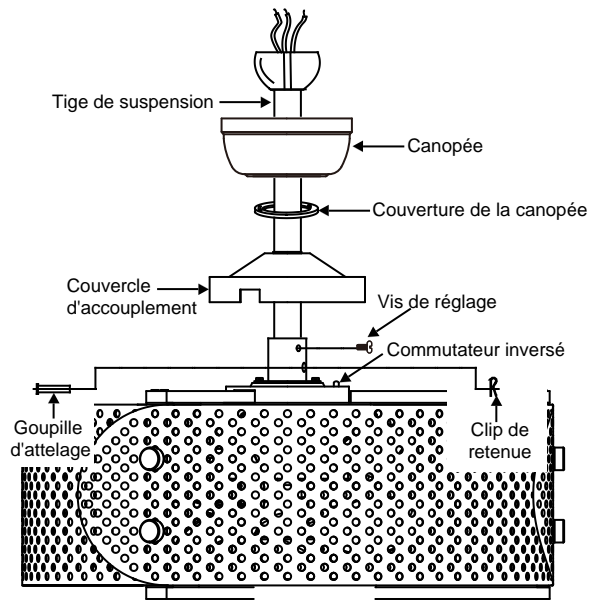

Fig. 9
Étape 8 Glissez le couvercle de l'accouplement, le couvercle du pavillon et le pavillon sur la tige de suspension. (Fig. 9)